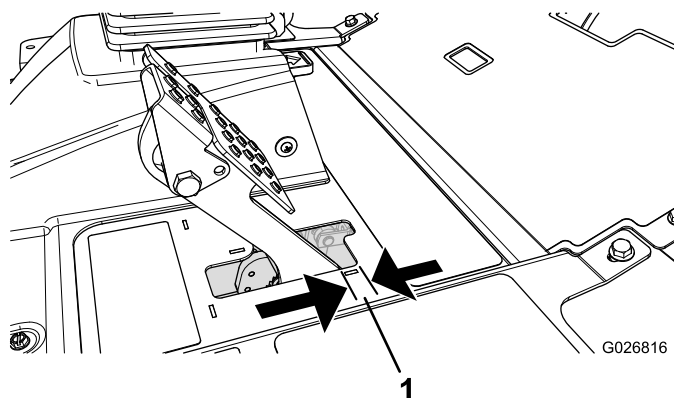

Figura 68
Regolate i freni se il pedale ha un “gioco” superiore a 25 cm (Figura 68), o quando è necessaria maggiore forza di tenuta. Per gioco s'intende la distanza che il pedale percorre prima che si avverta la resistenza della frenata.
2. Serrate il dado posteriore per spostare indietro il cavo, finché i pedali del freno non hanno un gioco compreso tra 6,3 e 12,7 mm (Figura 68), prima che la ruota si blocchi.